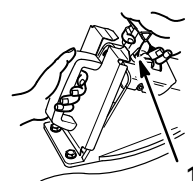

Abbildung 11
3. Den Stopfen in die Öffnung des Auswurfkanals einsetzen, und den unteren Teil zuerst in die Öffnung einpassen (Abb. 11).
4. Die Türverriegelung am Türgriff (Abb. 11) hochziehen und den oberen Teil des Stopfens ganz hereindrücken, während der Türgriff nach hinten bewegt wird.